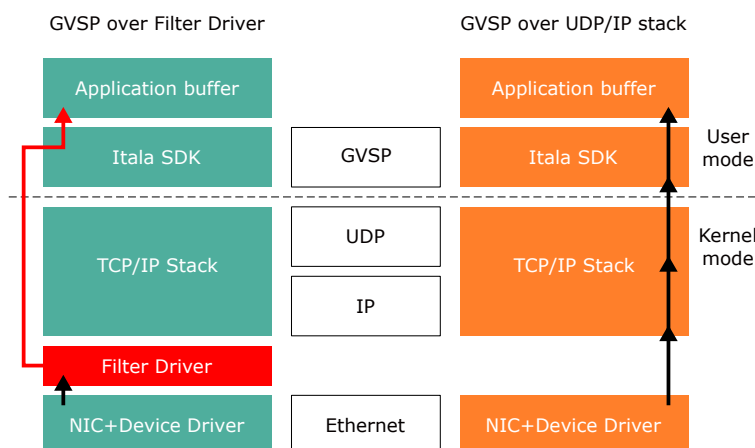

Figure 4: GigE Vision Streaming (GVSP) con e senza il filtro driver
consente di saltare lo stack di protocollo di rete standard che aumenterebbe la latenza e l'utilizzo della CPU sulla macchina host (Fig. 4). Il risultato è un offload di basso livello per la gestione dei pacchetti che ottimizza il consumo di risorse del sistema host.
4. Al termine dell'installazione, il driver del filtro apparirà nella finestra delle proprietà della NIC (Fig. 4).